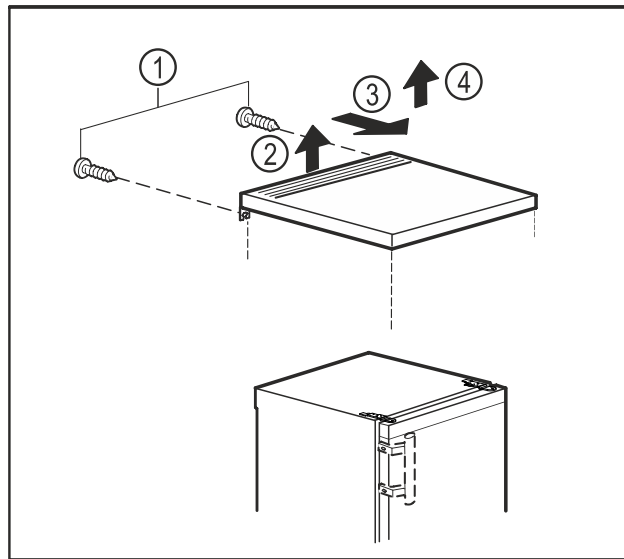

Fig. 6
- Retirer les vis à l'arrière. Fig. 6 (1)
- Soulever le plateau de la table à l'arrière. Fig. 6 (2)
- Pousser le plateau de la table vers l'avant. Fig. 6 (3)
- Soulever le plateau de la table vers le haut. Fig. 6 (4)